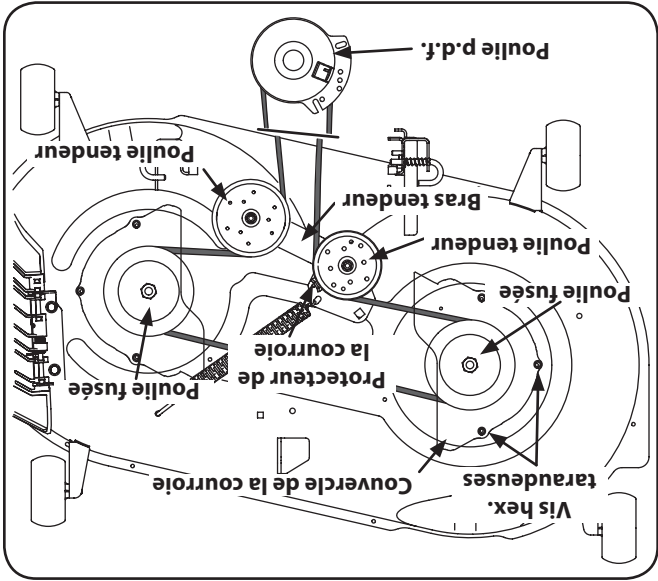

Figure 7-9
5. Installez la courroie neuve sur les poulies à fusée, comme sur les illustrations. Remettez les carters des courroies en place. Voir la Figure 7-9.
7. Faites passer la courroie comme la Figure 7-9 le montre, puis remontez le plateau de coupe (Voir le chapitre « Installation du plateau de coupe », à la page 26).
2. Enlevez les vis hex. taraudeuses qui maintiennent les carters des courroies en place. Voir la Figure 7-9.